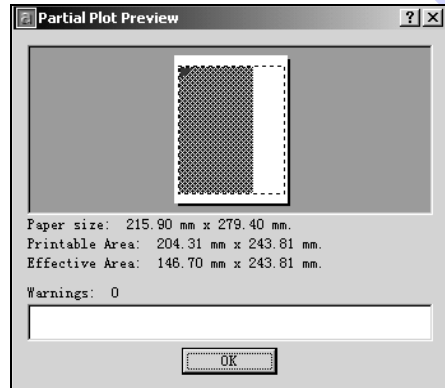

图 10-23 Partial Plot Preview 对话框
2) Partial Preview 按钮 局部预览。单击该按钮，AutoCAD 将弹出 Partial Plot Preview 对话框，如图 10-23 所示，对图形进行打印版面预览。图中蓝色区域为图形区，虚线框为图纸大小。